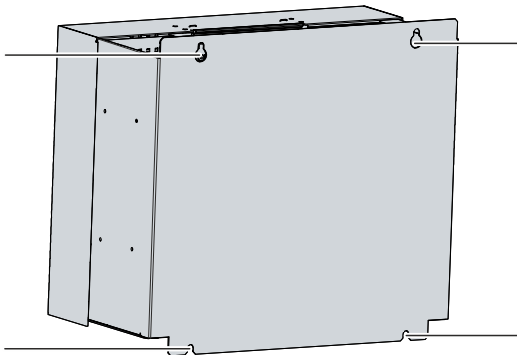

Abb. 17: Schaltschrankeinbau
2. Hängen Sie den PC an den gekennzeichneten Stellen des Montagekonzepts (siehe Abb. 17) auf die Schrauben.